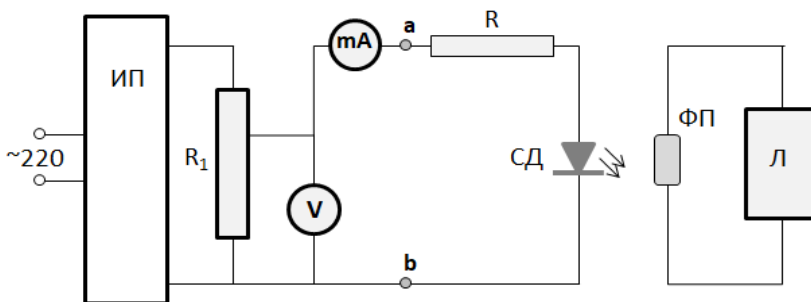

Рис.10. Принципиальная схема измерительной установки
В состав измерительной установки входят (рис. 10): источник стабилизированного постоянного напряжения ИП; потенциометр R_1 ; вольтметр V ; миллиамперметр mA ; люксметр L с фотоприемником ФП; светодиод СД.
1. По критическим параметрам использованного в работе маломощного монохроматического светодиода (красного, желтого, зеленого и т.д.) и ЭДС источника вычислите по формуле (13) величину токоограничивающего резистора.
3. Соберите схему (см. рис. 10). К клеммам ab подсоедините светодиод. Вычислите цены делений стрелочных приборов.